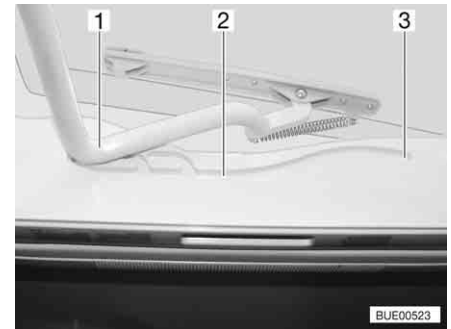

Fig. 117 Oblò Heki, guida
- Tirare la staffa (Fig. 117,1) nelle guide (Fig. 117,2) fino alla posizione più all'indietro (Fig. 117,3).
- Spingere la staffa (Fig. 117,1) leggermente verso l'alto con ambedue le mani.
- Tirare la staffa nelle guide (Fig. 117,2) fino alla posizione desiderata.